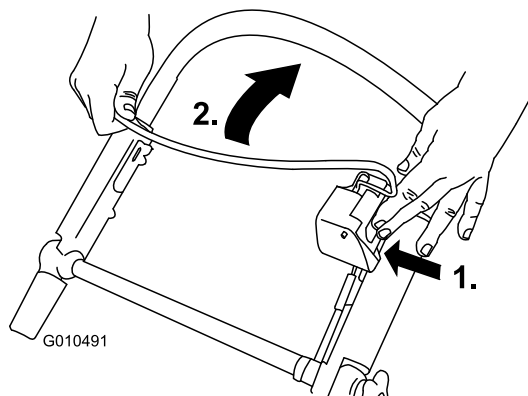

Figura 22
1. Pulse el botón de control de la cuchilla y tire de la barra de control de la cuchilla hacia el manillar (Figura 22).